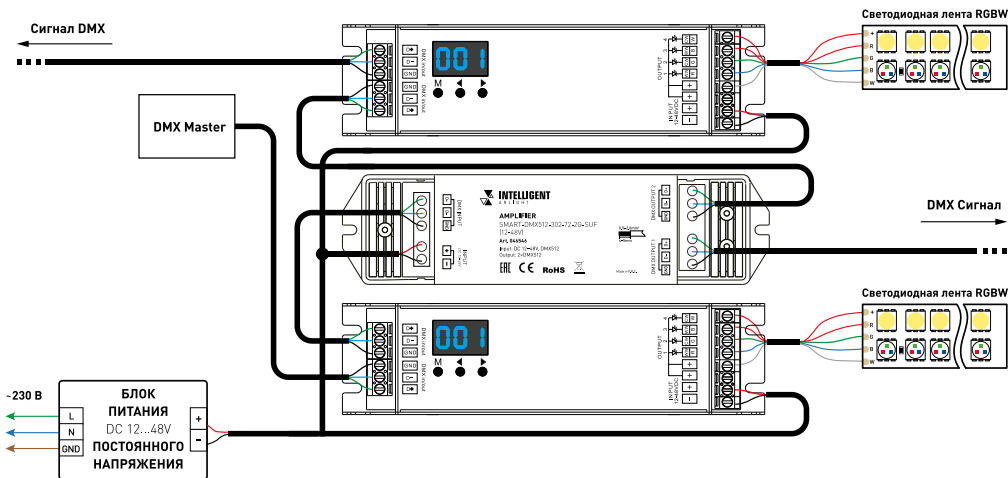

Рис. 1. Схема подключения усилителя
- 3.2. Подключите усилитель согласно схеме, приведенной на рис. 1.